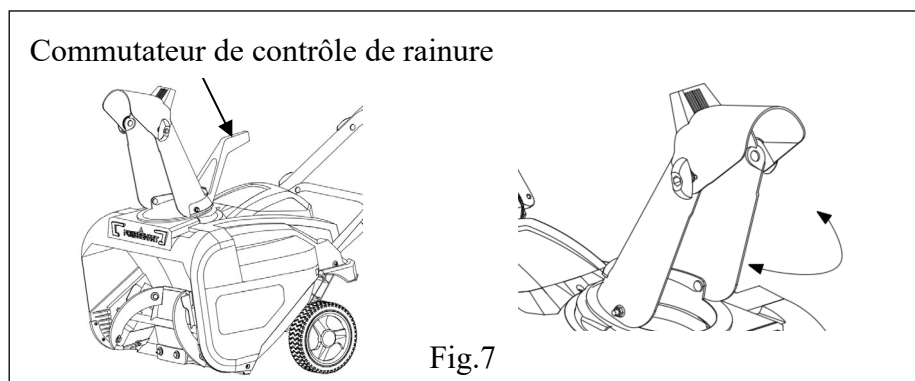

Fig.7
1. Vous pouvez ajuster la direction de la goulotte par la poignée de contrôle de la goulotte dans la goulotte (Fig.7)